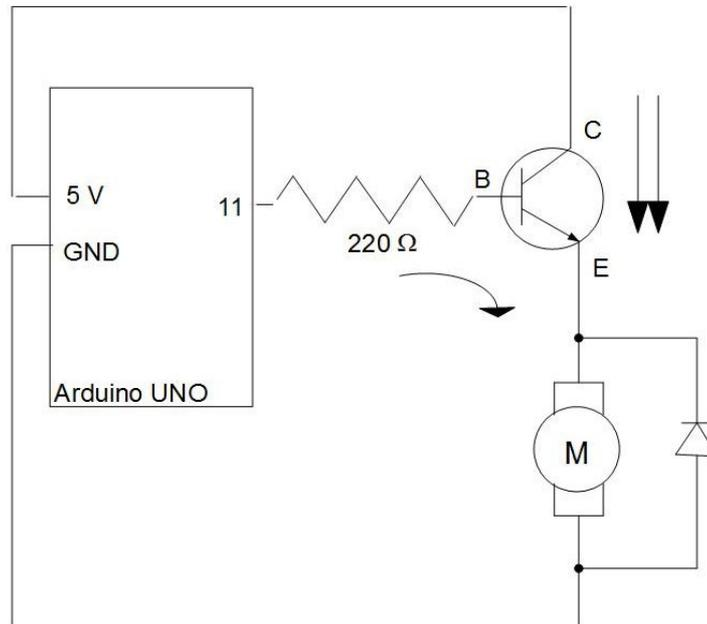
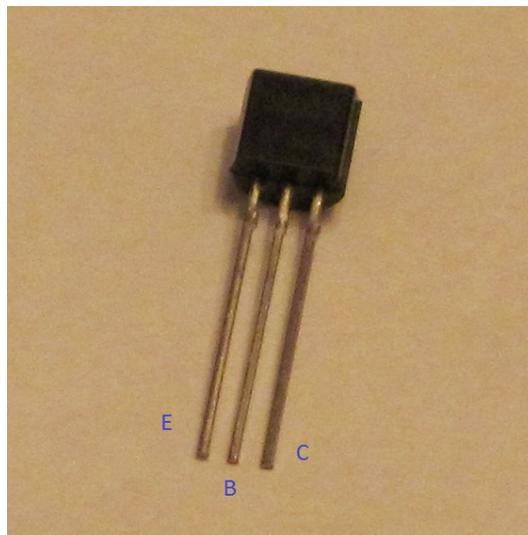

Fig.5.2. Circuito que ilustra como se utiliza un transistor para regular la corriente suministrada al motor
Fig.5.3. Transistor s8050 incluido en el Sunfounder Super Kit V2.0 for Arduino
El transistor es un dispositivo electrónico capaz de suministrar una señal de salida en respuesta a una señal de entrada. Es decir, como respuesta de una señal pequeña proporcionada por el pin digital de Arduino, obtenemos una señal de intensidad de corriente suficiente como para mover el motor. El esquema del circuito sería como muestra la Fig.5.2.
El transistor mostrado en el circuito de la Fig.5.2 es de unión bipolar npn y cuenta con tres patas y una cabeza de plástico. Mirando al transistor con la parte plana de la cabeza hacia arriba
(Fig.5.3), la pata central se denomina base (B), la de la izquierda emisor (E) y la de la derecha colector (C). El transistor lleva serigrafiado en la parte plana de la cabeza el código s8050, lo que viene a indicar que se trata de una unión bipolar npn. Las flechas en la Fig.5.2 indican en que dirección se mueve la corriente. La corriente en el emisor es la suma de la corriente en el colector mas la corriente en la base.